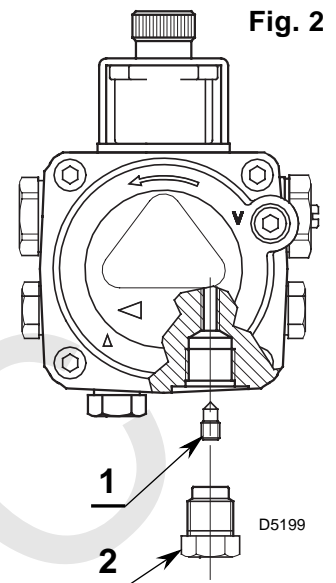

Fig. 2
- La bomba está prevista para funcionar en bitubo. Para el funcionamiento monotubo, se debe desenroscar la tapon de retorno (2), quitar el tornillo de by-pass (1) y seguidamente volver a enroscar la tapon (2), (ver fig. 2).